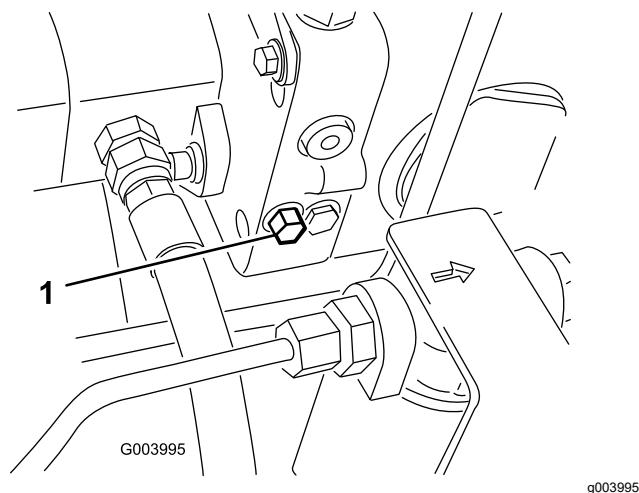

Figura 62
1. Localize a válvula de derivação no lado esquerdo do hidróstato (Figura 62).